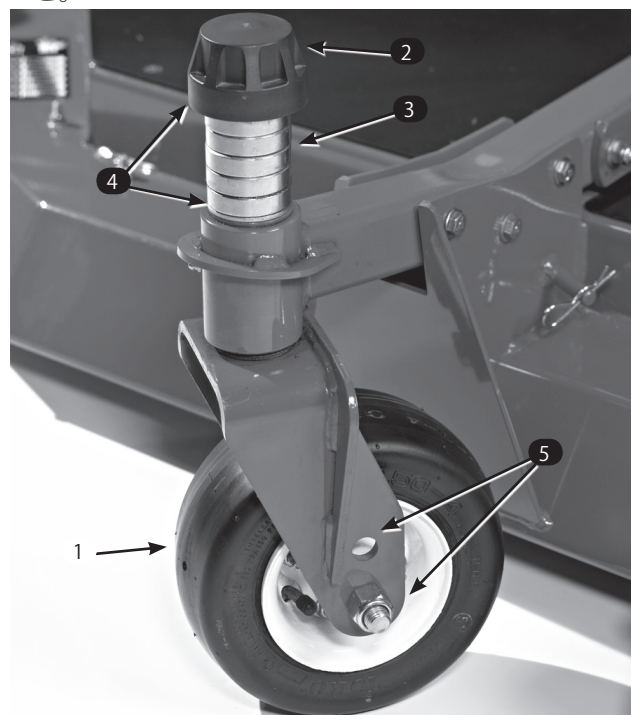

図10
3. スピンドル・シャフトからテンショニング・キャップを取り (図10)、キャスト・アームからスピンドルを抜き出す。シム (3 mm) を2枚スピンドルのシャフトに通す (当初の状態と同じに)。これらのシムは、デッキ全体の左右の水平調整に必要となる。希望する刈高に必要な枚数のスペーサ (13 mm厚) をスピンドル・シャフトに通し、その上からワッシャを取り付ける。